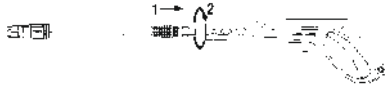

Рис. 6
5. Установите распылитель: наденьте распылительную насадку на трубку пистолета и вращайте до полной фиксации по часовой стрелке (рисунок 6).